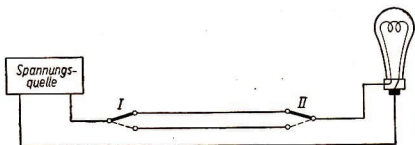

Bild 25
- Aufgaben:** 38. Beschreibe die Funktion der Wechselschaltung nach Bild 25!